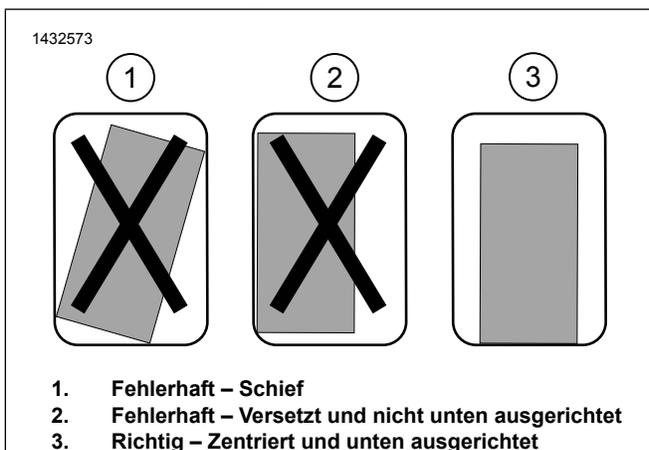

Abbildung 4. Einbau der Befestigungshalterung
- a. Siehe Abbildung 4. Den Sitz der Befestigungshalterungs-Baugruppe prüfen. Die Halterung muss gerade, zentriert und so nah wie möglich am Boden der Satteltasche ausgerichtet sein.
- c. Siehe Abbildung 4. Den endgültigen Sitz prüfen, um sicherzustellen, dass die Halterung gerade, zentriert und so nah wie möglich an der Unterseite der Satteltasche ausgerichtet ist.